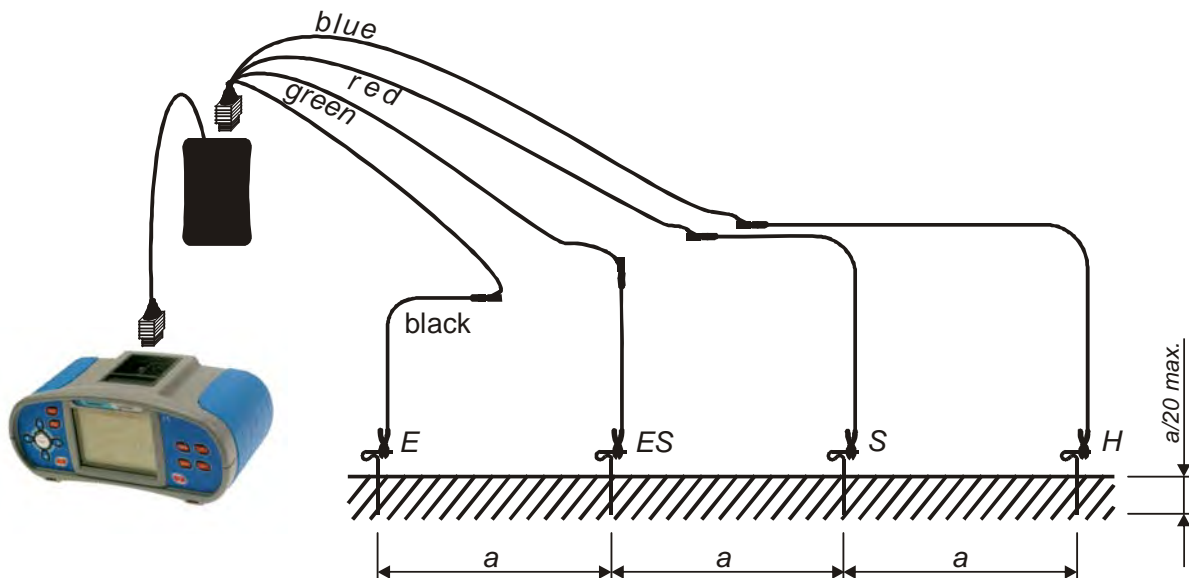

Abb. 5.34: Spezifische Erdwiderstand- Prüfung mit dem ρ -Adapter
- ❑ **Schließen** Sie den **ρ -Adapter** an die Prüfsonden an (siehe Abb. 5.34)